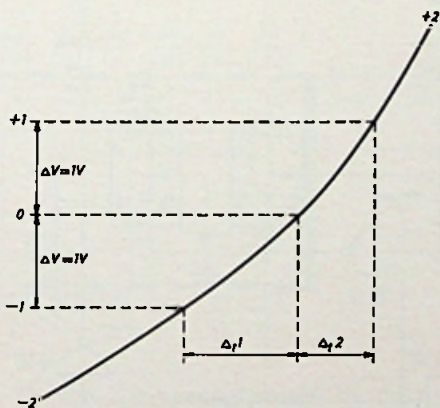

fig. 3. Bij een slechte zaagtand is het verband tussen de ingangsspanning en de tijdsduur Δt niet lineair.
- 1e) De tijdsduur die verloopt tussen het omslaan van de flipflops heeft een lineair verband met de ingangsspanning. Deze lineariteit hangt af van de lineariteit van de zaagtandspanning. Dit blijkt duidelijk uit fig. 3.